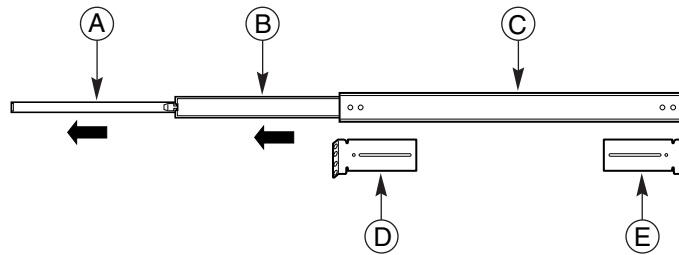

Figura 1 Gruppo a scorrimento estratto completamente
Come mostrato in Figura 1, ognuno dei due assemblaggi per binari a scorrimento contiene tre parti mobili: Il componente interno, il componente intermedio e il componente esterno.
Il kit del binario a scorrimento contiene quattro staffe EIA. Due staffe sono etichettate come FL/RR. Una viene connessa alla parte anteriore sinistra (FL) del gruppo per il binario, l'altra viene collegata alla parte posteriore destra (RR). Le due restanti staffe sono etichettate come FR/RL. Una viene connessa alla parte anteriore destra (FR) dell'assemblaggio per il binario, l'altra viene collegata alla parte posteriore sinistra (RL). Figura 1 mostra dove vanno collegate le staffe degli assemblaggi per il binario a scorrimento.
A questo punto è stato rimosso il componente interno dal gruppo a scorrimento. I componenti esterni e intermedi includono il gruppo a scorrimento. Si noti la posizione delle staffe in Figura 1.